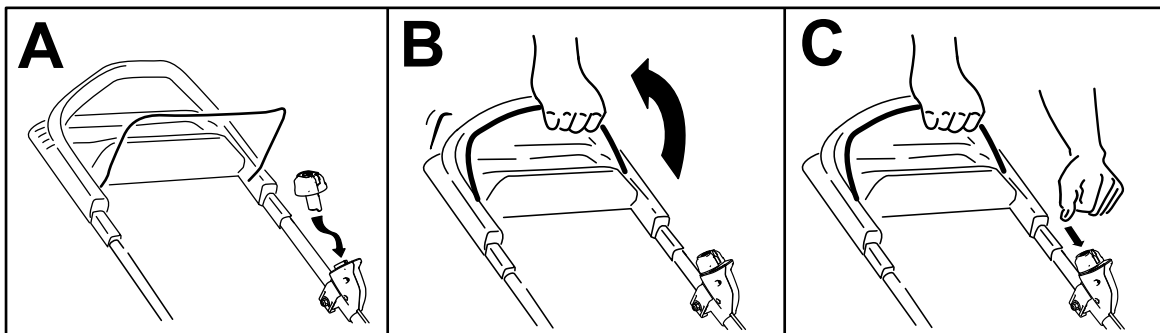

Figure 10
2. Insérez le bouton de démarrage électrique dans le commutateur de démarrage électrique (A de la Figure 10).
3. Serrez la barre de commande de la lame contre le guidon (B de la Figure 10).
4. Appuyez sur le bouton de démarrage électrique jusqu'à ce que le moteur démarre (C de la Figure 10).